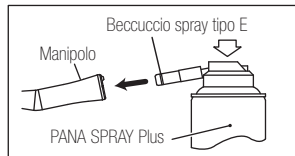

Fig. 14
- 1) Accertarsi che i segni ● sulla testina e sul gambo siano allineati e che i componenti siano stati bloccati. (Fig.14)